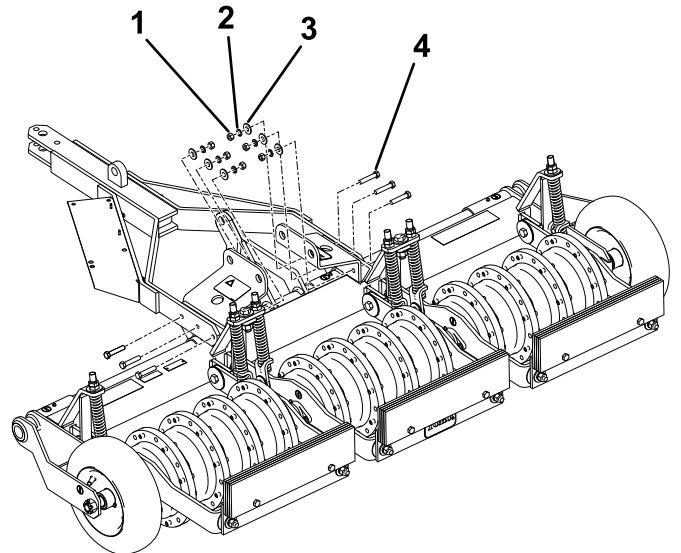

図 6
4. トンガアセンブリとブラケットを金具で 図 6 のように固定し、ナットを 54 74 N·m 9.3 11.4 kg·m = 67 83 ft·lb にトルク締めする。